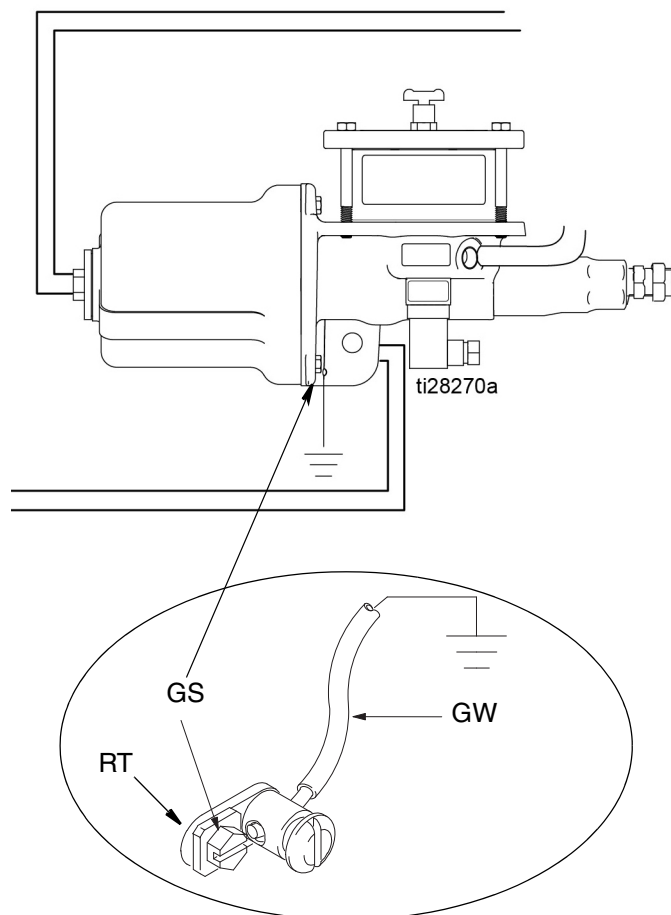

Fig. 2
**Per collegare a terra la pompa:** Rimuovere la vite di terra (GS) ubicata nella parte posteriore della base della pompa e inserirla attraverso l'occhiello del terminale ad anello (RT) al termine del filo di terra (GW). Fissare la vite di terra (GS) di nuovo alla pompa e serrare saldamente. Collegare l'altra estremità del filo di terra a una terra efficace. Vedere FIG. 2.